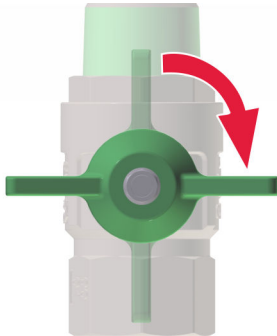

Abb. 26: Hauptabsperrrventil schließen
1. ➔ Sicherstellen, dass alle Hauptabsperrrventile (Abb. 26) und Befüll- und Entleerhähne geschlossen sind.